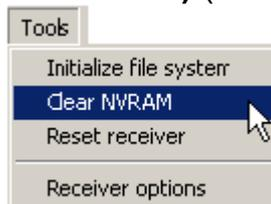

Рисунок 4-11. Очистка NVRAM с помощью PC-CDU
2. Выберите пункт меню **Tools > Clear NVRAM (Инструменты > Очистить энергонезависимое ОЗУ)** (см. рисунок 4-11).